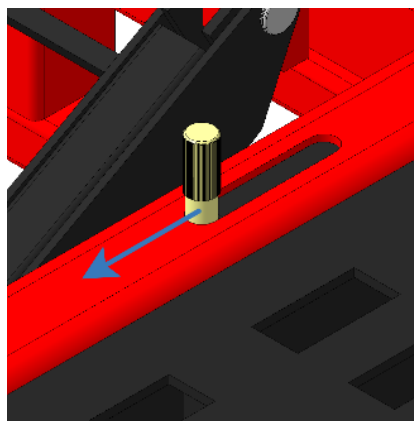

Рисунок 30
- Переведите до упора (в противоположное положение) телескопическую задвижку замка из зацепления с помощью ручки (рисунок 30).